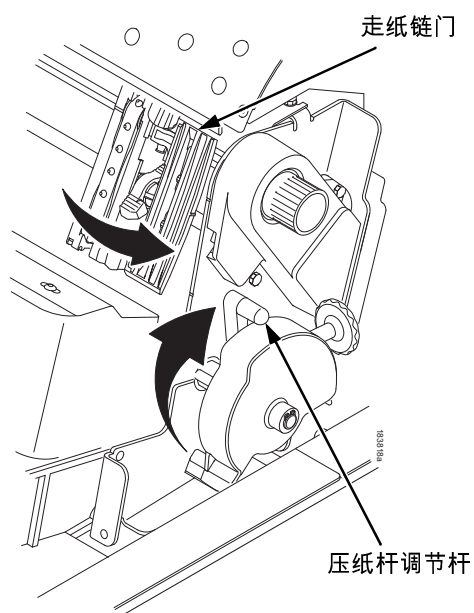

图 13. 抬起压纸杆调节杆
2. 将压纸杆调节杆抬起到允许的最大程度 (请参阅图 13)。